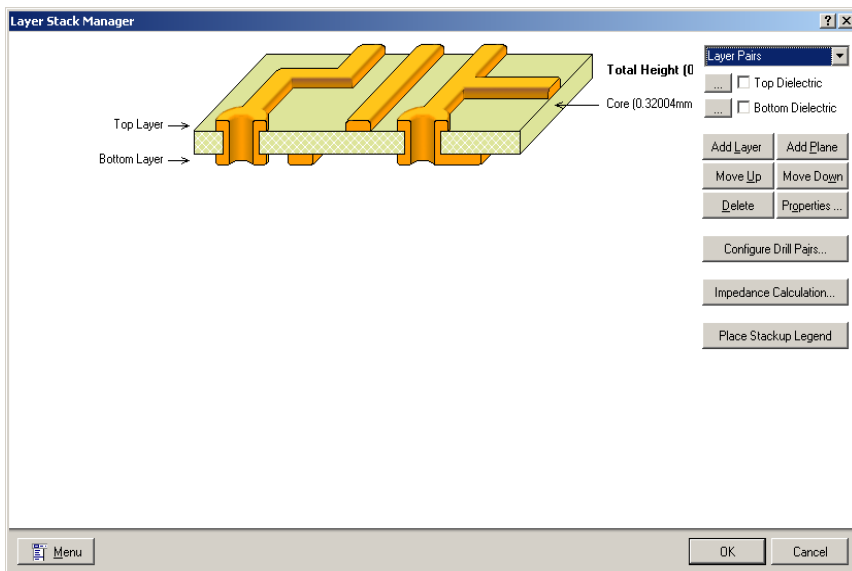

Рис. 14. Задание слоев печатной платы
19. Используйте *Design/Layer stack manager*. Дважды щелкните мышью на **Core**, затем выберите толщину платы *Thicknees of board 1.5 mm*, **OK** (рис. 14).